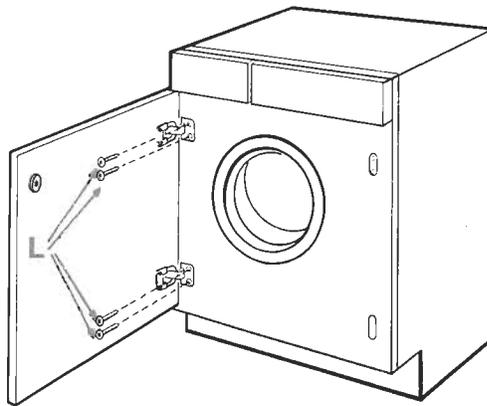

Fig. 5
- 5) Incassare la lavabiancheria nel vano di dimensioni opportune (fig. 5). Lo zoccolo inferiore può essere applicato nel modo da voi preferito entro le dimensioni previste.